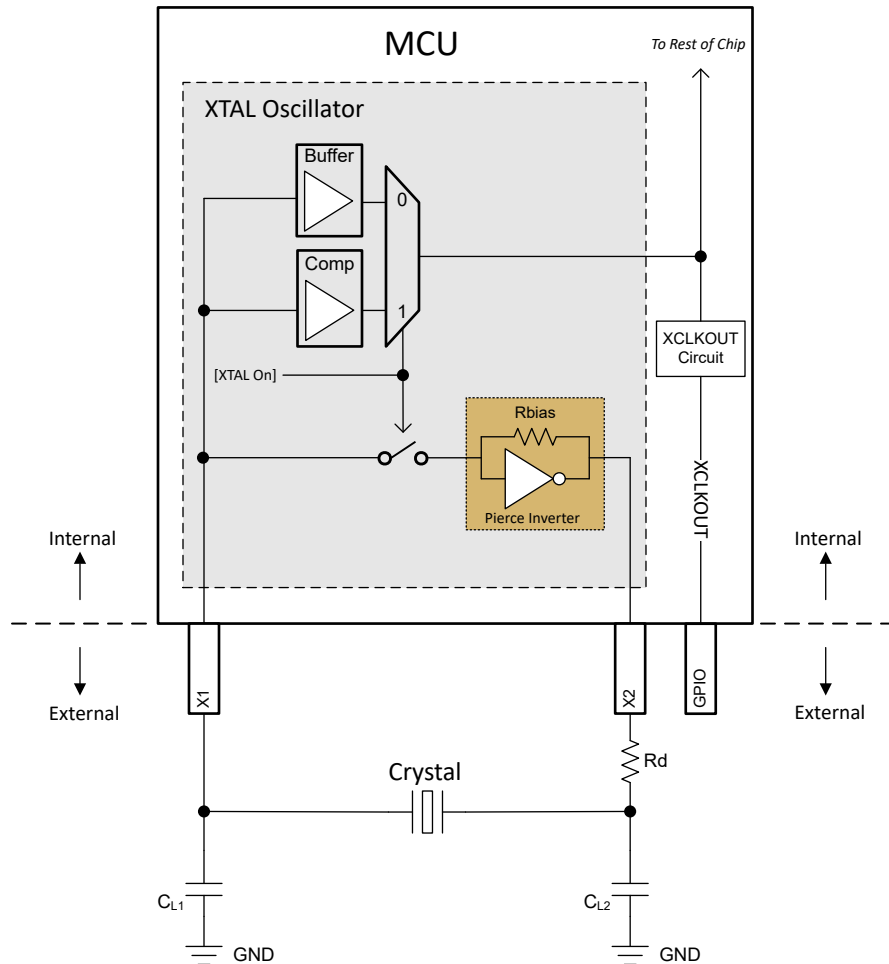

图 6-14. 电子振荡器方框图
该器件中的电子振荡器是皮尔斯振荡器。它是一个正反馈逆变器电路，需要一个调优电路才能振荡。当这个振荡器与一个兼容的晶体配对时，会形成振荡电路。该振荡电路在晶体的基频处振荡。在该器件上，由于分流电容器 (C0) 和所需的负载电容器 (CL)，振荡器被设计成在并联谐振模式下运行。图 6-14 所示为电子振荡器和振荡电路的元件。
根据图 6-14，CL1 和 CL2 是串联的；因此，要找到晶体看到的等效总电容，必须应用电容串联公式：如果 CL1 = CL2，只需计算 [CL1]/2 即可。